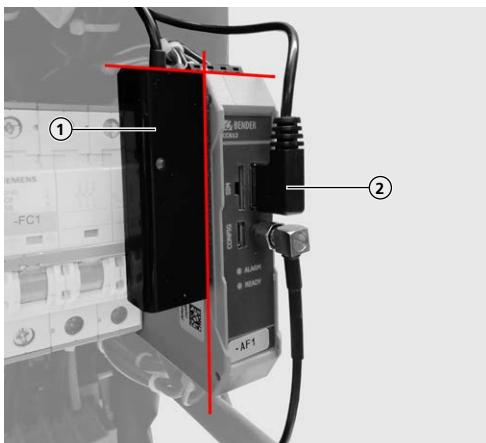

Fig. 4: Incollare l'adattatore USB-Ethernet a filo con l'unità ECU
- ▶ Incollare l'adattatore USB-Ethernet (1) **a filo** con l'unità ECU (vedi Fig. 4).
- ▶ Inserire il connettore USB (2) dell'adattatore USB-Ethernet nell'ECU.